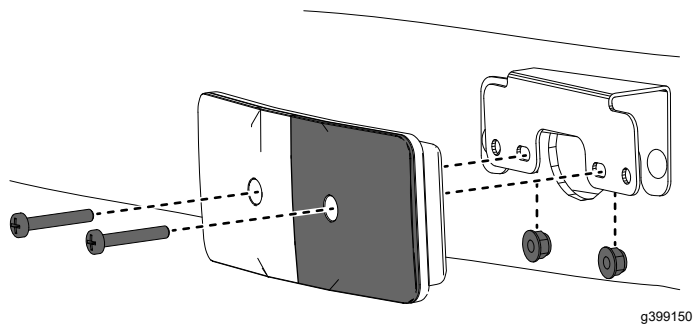

Рисунок 24
4. Установите указатели поворота на кронштейны с помощью крепежа, который был снят в пункте 1 (Рисунок 24).